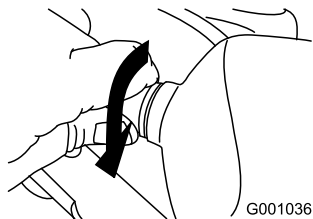

Bild 59
5. Drehen Sie den Sockel der Glühlampe nach rechts, bis er fest sitzt (Bild 59).